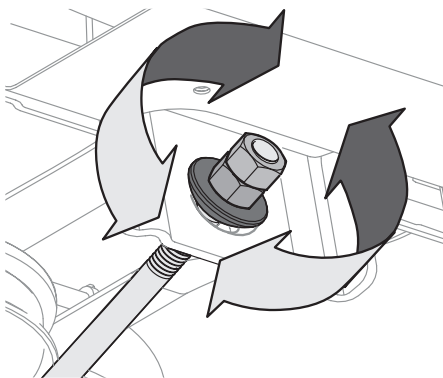

Figura 29
4. Para *eleva*r el frente de la plataforma, afloje la tuerca exterior y luego apriete (rosca hacia adentro) la tuerca interior contra el soporte de suspensión delantera. Consulte la Figura 29. Cuando se logre el torque correcto, vuelva a apretar la tuerca exterior hasta 25-30 pies-libras (34-40.7 N-m).
3. Retire la varilla de la guarda de la correa (a) de alrededor de la polea (b) del motor del tractor, sacando el tornillo autorroscante (b) que le asegura. Consulte la Figura 29.